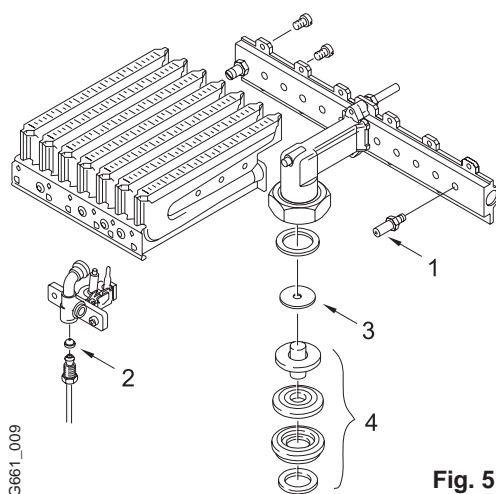

Fig. 5
- Smontare il bruciatore (fig. 5).
- Smontare i gruppi destro e sinistro del bruciatore, rimuovere gli ugelli con altri appropriati al tipo di gas (fig. 5, pos. 1).
- Sostituire l'ugello pilota (fig. 5, pos. 2).
- Sostituire la valvola modulante del gas (fig. 5, pos. 4).
- Sostituire il piattello della valvola (fig. 5, pos. 3).